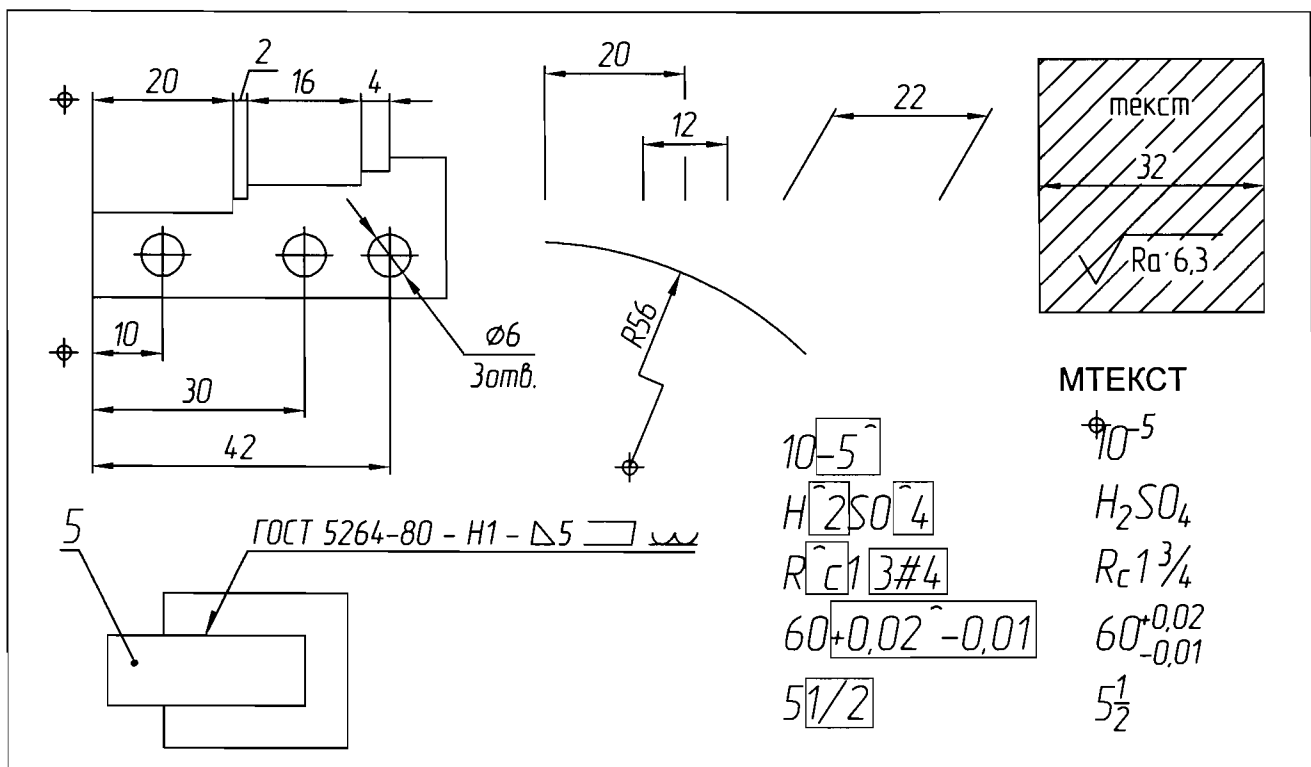

Рис.18
Задание (слой List7) (рис.18):
10. Командой МТЕКСТ создать *мультитекст* (*многострочный текст*). Левую верхнюю точку области текста определить в отмеченной точке (см. рис.18), а правую нижнюю – примерно по габаритам приведенного слева образца (на образце показаны набираемые символы).
Для преобразования символов в индексы и дроби необходимо выделить их (10^{-5} , H_2SO_4 , $R_{c13\#4}$, $60^{+0,02^{-0,01}}$, $5\frac{1}{2}$) и воспользоваться кнопкой $\frac{a}{b}$ редактора мультитекста (в файле задания выделяемые символы отмечены желтым фоном). Результат форматирования показан на рис.18.